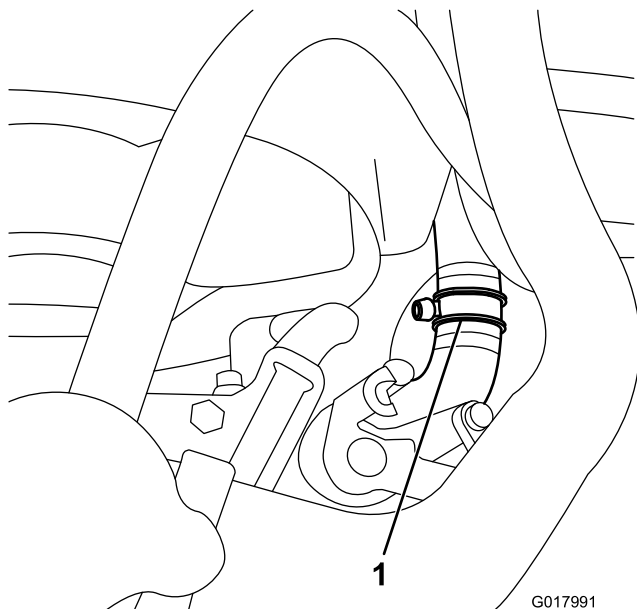

図 21
3. 下ラジエターホースがラジエターに入っているところから 5 mm のところでホースを切断する図 21。
4. 切断した部分に字フィッティングを入れ、幅広のホースクランプ2個で固定する図 21。